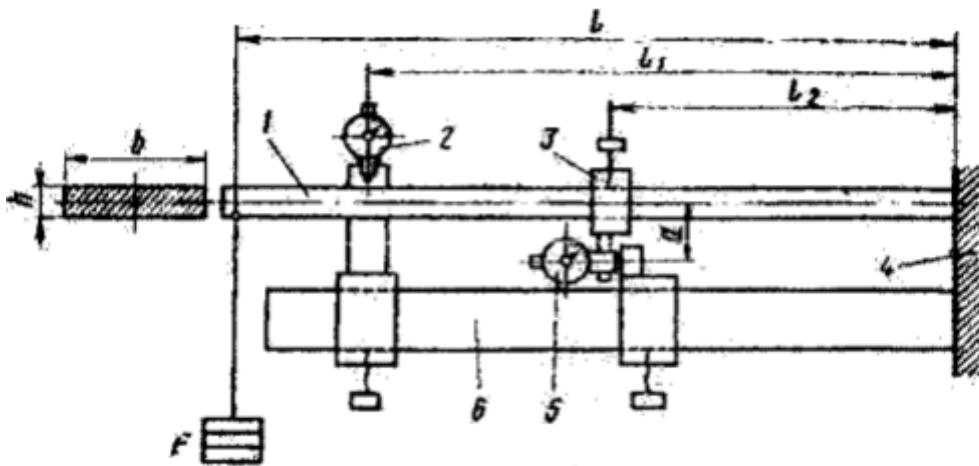

Рис. 2.4
Балка 1 (рис.2.4) прямокутного перерізу одним кінцем жорстко закріплена в спеціальному кронштейні 4, на другому кінці прикріплена штанга, на яку кладуть вантажі Б. Прогин балки вимірюють індикатором 2, а кути повороту - індикатором 5, який сприймає переміщення важеля 3, закріпленого на балці. Індикатори можна встановлювати на балці 6 в будь-якій точці по довжині балки.
1. Ознайомились з будовою приладу та методом проведення розрахунку переміщень (на рис. 2.4 поставили позиції, які відповідають номерам в описі будови приладу).